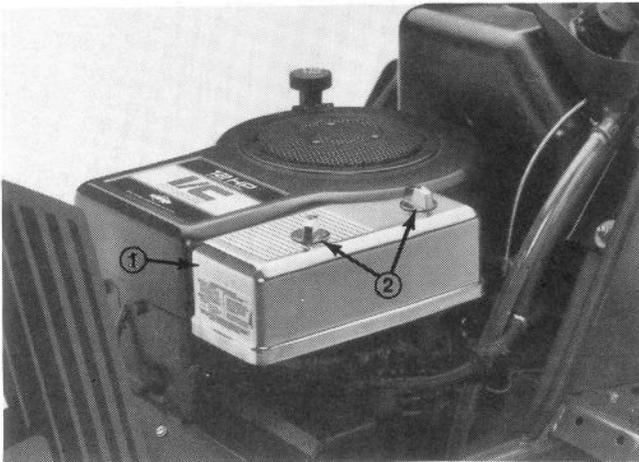

Abbildung 10
2. Die Luftfilterknebel und -abdeckung entfernen (Abb. 10).